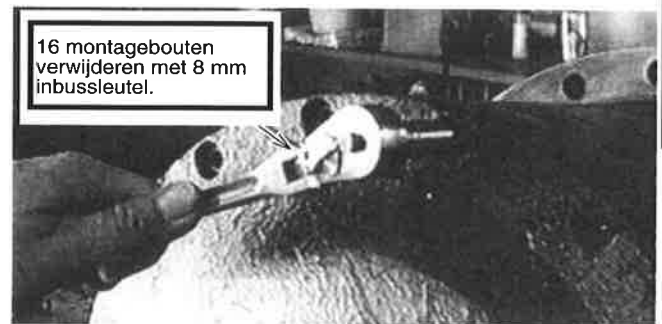

Fig. 8-5
7. Verwijder de vijftien plaatmontagebouten van de afdekplaten van de rijmotorreductiekast. Zie fig. 8-5.